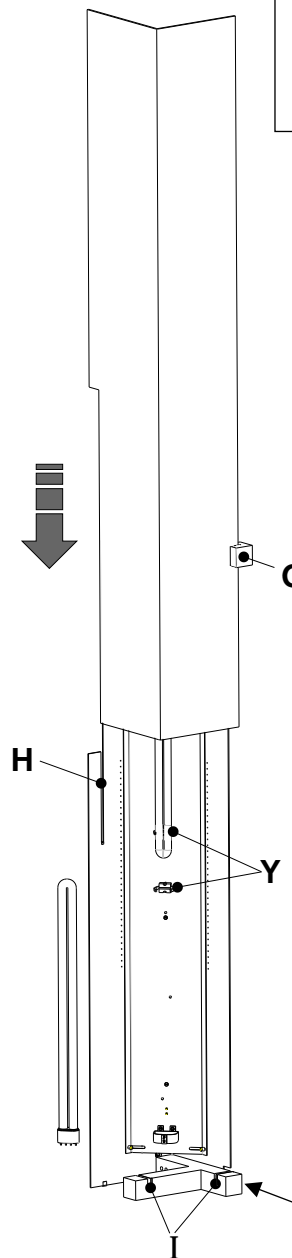

FIG. 3
3. **Fig. 1 e 2 - ATTENZIONE:** Dato il peso del diffusore è necessario eseguire l'installazione con molta cautela per non provocare manovre errate o forzature che potrebbero causarne la rottura. Infilare dall'alto il diffusore, come illustrato in **Fig.1**, inserendolo dapprima nella feritoia del blocchetto laterale "G" **Fig.3** e quindi, con molta cura, all'interno della fenditura "H" e successivamente all'interno delle fenditure "I" poste sulla base. **Fig.2**
3. **Fig. 1 e 2 - Warning :** Due to the weight of the diffuser, it is necessary to make the installation on a very carefully way in order to avoid wrong handling that could scratch the glass. Guide the glass, as shown, from the top, at first inside the opening of the side block "G" Fig.3 and then, with great care, inside the left opening "H" and inside the bottom seats "I" of the base Fig.2.
3. **Fig. 1 et 2. ATTENTION:** Vu le poids du diffuseur, il est nécessaire d'effectuer l'installation avec beaucoup de circonspection pour ne pas provoquer des manoeuvres erronées ou des forçements qui pourraient en causer la rupture. Insérer le verre d'en haut, comme montré dans la Fig. 1, en l'insérant tout d'abord dans la fente du morceau latéral "G" Fig. 3 et, ensuite, avec beaucoup de soin, dans la fente "H" et puis encore dans les fentes "I" placées sur la base. Fig. 2.
3. **Fig. 1 y 2 - ATENCION:** Considerando el peso del difusor es necesario ejecutar la instalación con mucha cautela para no provocar maniobras erradas o forzamientos que podrían causar su rotura. Meta del alto el vidrio, como ilustrado en Fig. 1, insertándolo en un primer momento en la tronera del bloque lateral "G" Fig. 3 y después, con mucho cuidado, dentro de las hendedura "H" y sucesivamente dentro de las hendeduras "I" puestas en la base. Fig. 2.